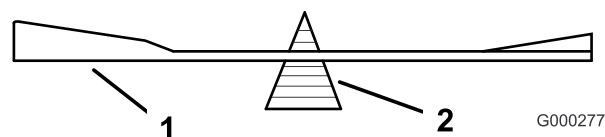
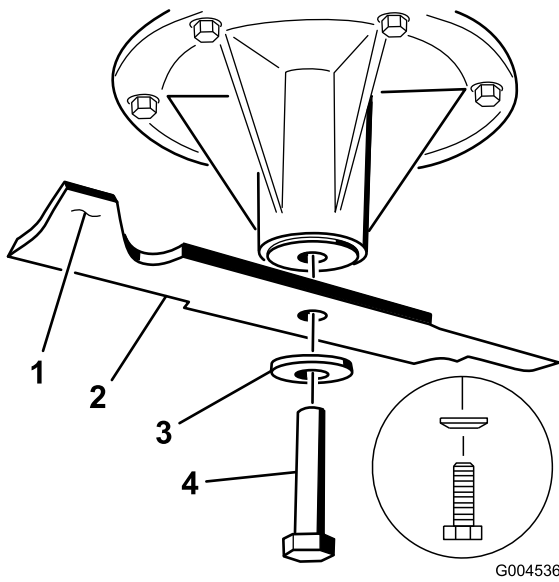

Figura 95
Figura 96
2. Controllate l'equilibrio della lama posizionandola su un bilanciatore (Figura 95). Se la lama rimane in posizione orizzontale, è bilanciata e può essere utilizzata. Se la lama non è bilanciata, limate del metallo soltanto dalla costa (Figura 96). Ripetete la procedura finché la lama non è perfettamente bilanciata.
1. Installate la lama sinistra e centrale, le rondelle curve e i bulloni della lama sugli assi del fusello (Figura 96 e Figura 97).
Nota: Accertate che la rondella curva sia rivolta verso la testa del bullone (Figura 96).
2. Installate la lama destra, la rondella curva e il bullone della lama (bullone con filettatura a sinistra) sull'asse del fusello (Figura 96 e Figura 97).